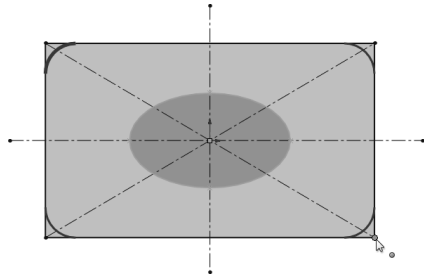

图 2-120 圆角处理操作
STEP ⑤ 单击“草图”工具栏中的“圆角”按钮, 在左侧打开的“绘制圆角”属性管理器中设置圆角半径为“5mm”, 然后单击矩形的 4 个端点, 并单击“绘制圆角”属性管理器中的“确定”按钮对矩形进行圆角处理, 如图 2-120 所示。